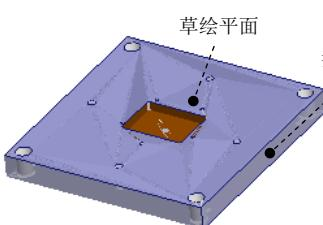
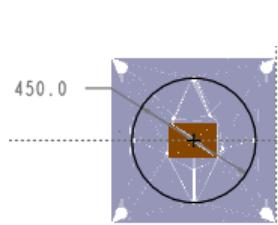
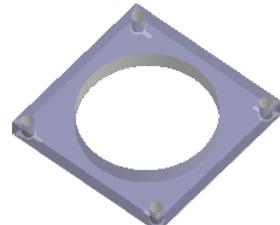

图 30.44 定义草绘平面
图 30.45 截面草图
图 30.46 编辑动模板
Step1. 定义动模板。在模型树中选择动模板 **EMX_CAV_PLATE_MH001.PRT** 并右击, 在系统弹出的快捷菜单中选择 **打开** 命令, 系统转到零件模式下; 单击 **模型** 功能选项卡 **形状** 区域中的 **拉伸** 按钮, 此时系统弹出“拉伸”操控板; 选取图 30.44 所示的表面为草绘平面, 然后选取图 30.44 所示的表面为参考平面, 方向为 **右**。单击 **草绘** 按钮, 进入草绘环境; 绘制图 30.45 所示的截面草图, 完成截面的绘制后, 单击“草绘”操控板中的“确定”按钮 **✓**; 在操控板中选取深度类型 **给定深度**, 在操控板中单击“切除材料”按钮 **切除**。单击“反向”按钮 **反向** 调整切削方向, 在“拉伸”操控板中单击 **完成** 按钮, 完成特征的创建, 结果如图 30.46 所示; 关闭窗口, 选择下拉菜单 **文件** → **关闭** 命令。